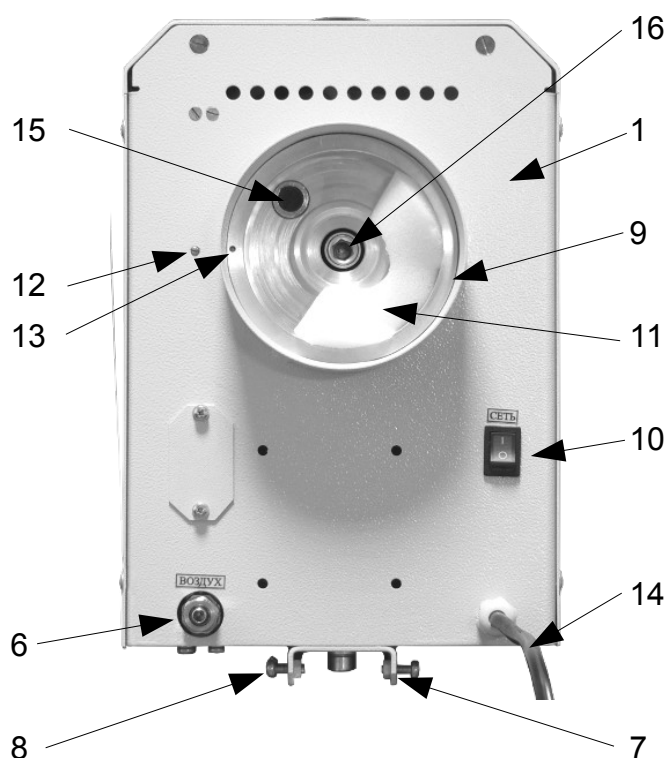

Рис. 2. Нижняя поверхность смесителя.
6.3 Открутите на 4-5 оборотов 4 винта (рис. 2 поз. 8) на швеллере (рис. 2 поз. 7) на задней стенке смесителя.
6.4 Навесьте смеситель на настенный кронштейн так, чтобы все 4 винта (рис. 2 поз. 8) попали в пазы и затем затяните эти винты до упора.
6.5 Соедините штуцер «ВОЗДУХ» (рис. 2 поз. 6) с источником сжатого воздуха трубкой с внутренним диаметром 6мм и толщиной стенки 1мм и рассчитанной на давление не менее 6 атмосфер, например: трубка полиэтиленовая TPE 8/6 (Camozzi), трубка ПВХ 4x1.5.